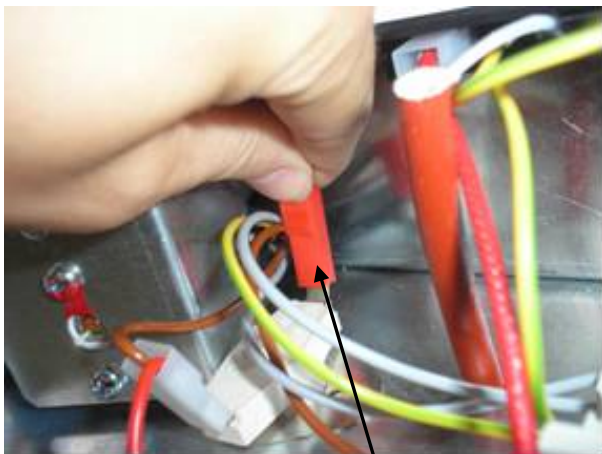

Рисунок 7
- 6) Присоедините последовательно к термостату контроля пламени на корпусе генератора термостат TS (установленный на газовом клапане) отсоединив красный зажим термостата контроля пламени и соединив его с зажимом “папа” термостата TS; другой провод термостата TS идет на место красного зажима на термостате контроля пламени. Рисунок 7 демонстрирует расположение красного зажима, предварительно отсоединенного.
- 7) Присоедините выводы двух проводов от двух сопротивлений (RQE и REV) к контакту номер восемь (8) на клеммной коробке на корпусе генератора, обязательно проверив соответствие нейтрали (N).
- 8) Вывод единственного провода, который выходит из крышки изолятора (покрывает термостат TQE) соединяется с контактом номер один(1) на клеммной коробке, проверяя соответствие фазе (L).